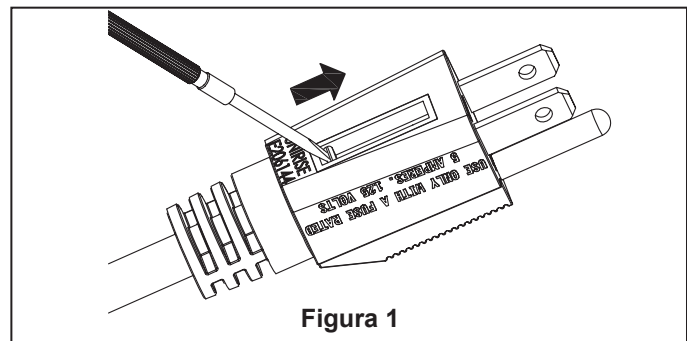

Figura 1
- ☐ 1. Saque los elementos con cuidado del paquete. Conecte el cable directamente en el enchufe. (Figura 1)
2. Abra la carcasa del fusible ubicada en la parte superior del enchufe deslizándola hacia las clavijas (Figura 1).